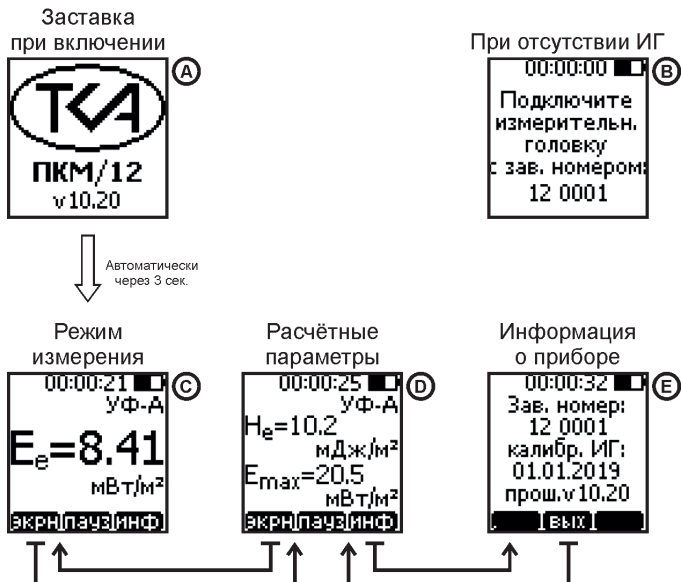

Рис.3 – Расположение символов на дисплее прибора.
5.7 Переключение экранов происходит в следующем порядке (см. Рис.3):